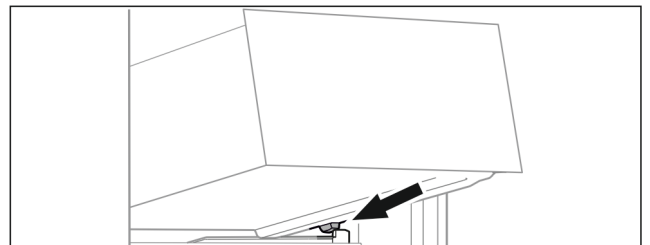

Fig. 96
- ▶ Placer le tiroir, en l'inclinant, derrière les butées sur la nervure de récipient. (voir Fig. 96)